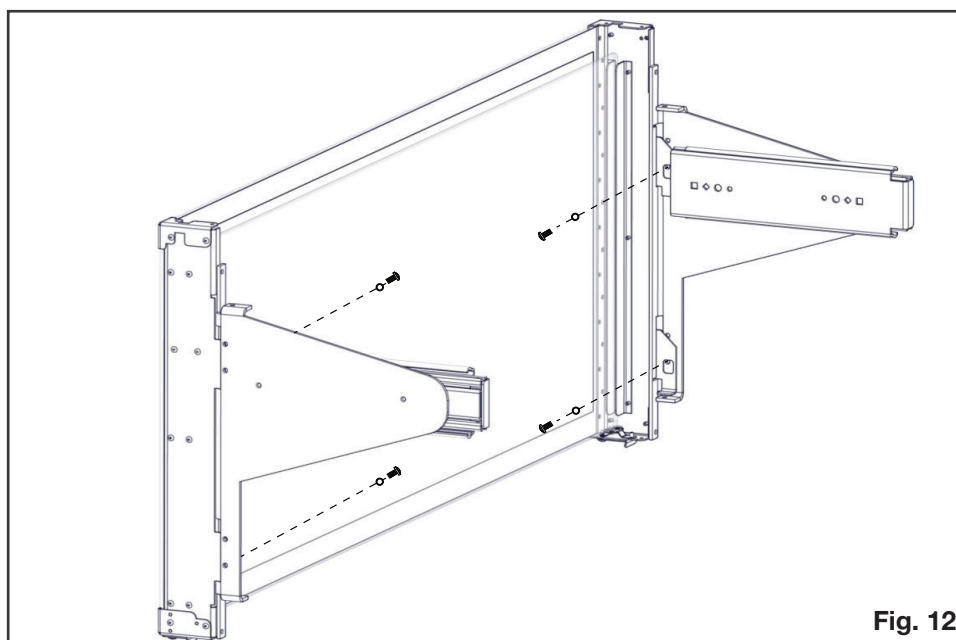

Fig. 12
9. Fixez le GGA-1 au moyen d'une attache et d'une rondelle en haut et au bas de chaque support coulissant (total de 4), en tenant le GGA-1 fermement sur la surface de son support coulissant tout au long de l'étape (**Fig. 12**). Serrez assez fermement pour que le GGA-1 tienne contre son support coulissant. Ne serrez pas complètement avant d'avoir terminé l'ajustement ni pendant l'installation finale du GGA-1.